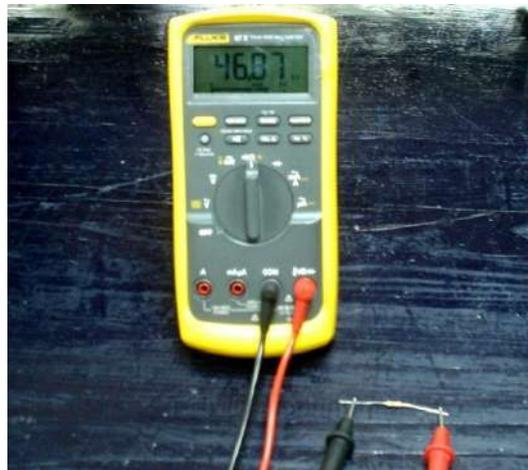

Figura 4.3 Medición de resistencia con multímetro
d) Utilice el multímetro en su función de óhmetro (Figura 4.3) para medir las mismas resistencias anteriores y concentre sus valores en la tabla 4.1.